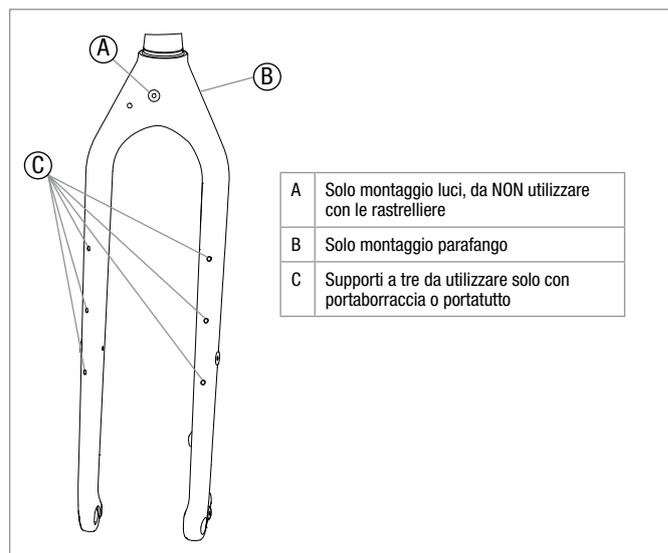

Figura 13 - Salsa Rack Mounting
Verificare che la forcella sia compatibile con la rastrelliera. Vedere Figura 13 per la posizione di montaggio della rastrelliera autorizzata sulla forcella. Seguire le istruzioni del produttore della rastrelliera per il montaggio. Assicurarsi di utilizzare tutto l'hardware fornito con la rastrelliera per il montaggio.
**▲ ATTENZIONE:** Non montare le rastrelliere su supporti forcella diversi da quelli indicati nella Figura 13. Un montaggio non corretto della rastrelliera può comportare incidenti e lesioni gravi.